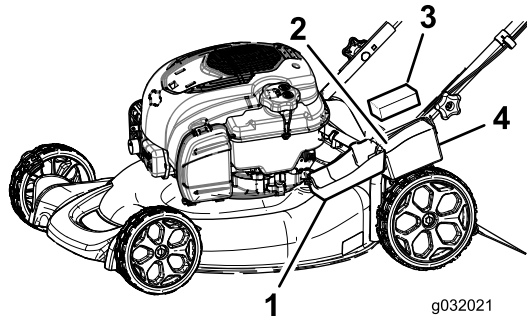

**Bild 23**
1. Lösen Sie die beiden Clips an der Batterieabdeckung und nehmen Sie sie ab (Bild 23).